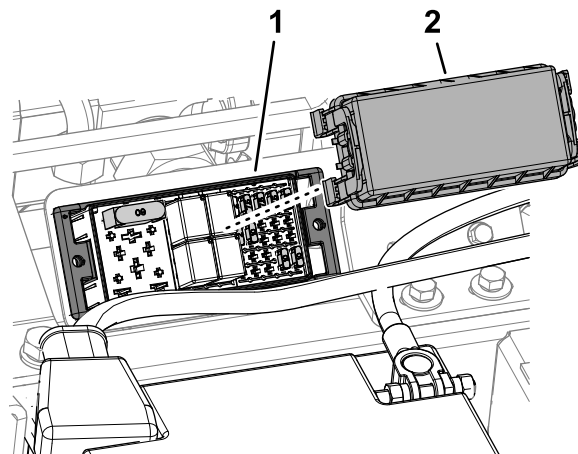

Figure 61
2. Enlevez le couvercle du porte-fusibles (Figure 61).
5. Reposez le couvercle du porte-fusibles (Figure 61).